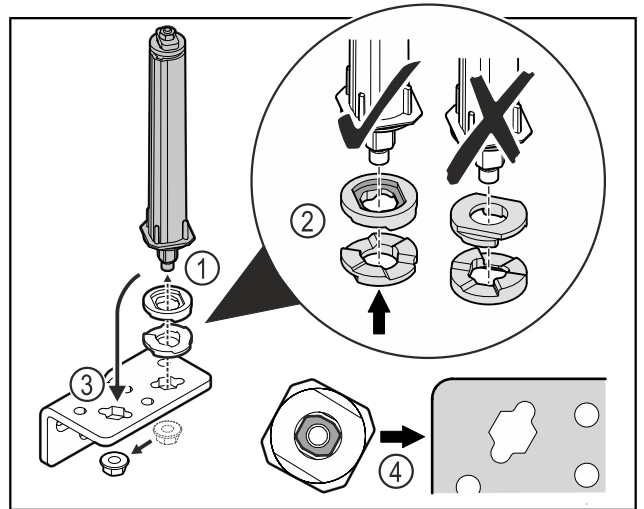

Fig. 30
- ▶ Moer losmaken en deursluitsysteem verwijderen Fig. 30 (1).
- ▶ De correcte uitlijning van de hoogte-instelschijven in acht nemen Fig. 30 (2).
- ▶ Deursluitsysteem in de scharnierhoek verplaatsen en met de moer vastzetten Fig. 30 (3).
- ▶ Bij het plaatsen de correcte uitlijning van het deursluit-systeem in acht nemen Fig. 30 (4).